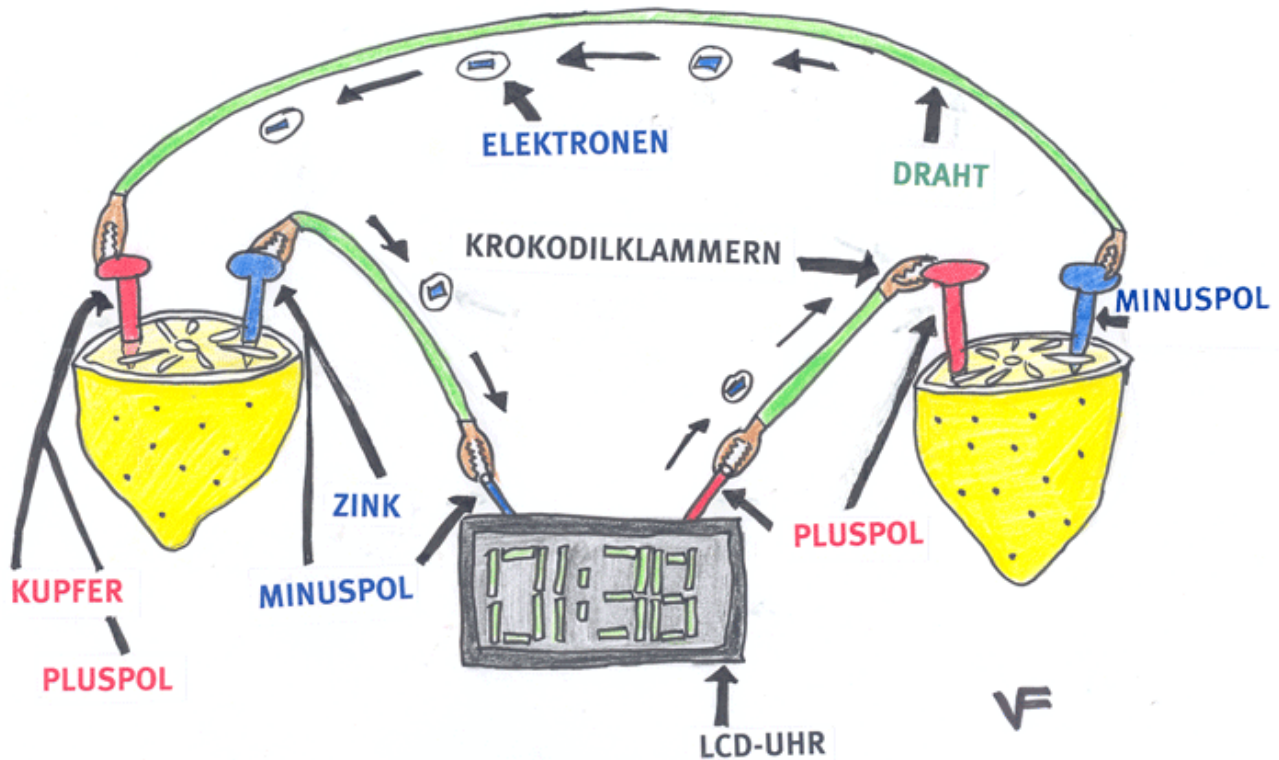

Abbildung 1: Aufbau der Zitronenbatterie in Reihenschaltung.
3. Zusammenbau der Zitronenuhr mit zwei Zitronenstücken gemäß Abbildung 1